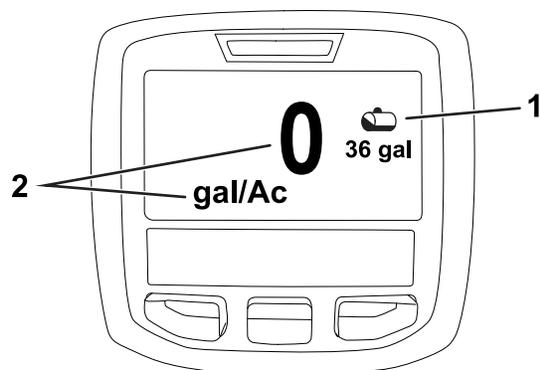

図 20
2. 右ボタンを押して、tank volume 画面へスクロールする 図 20。